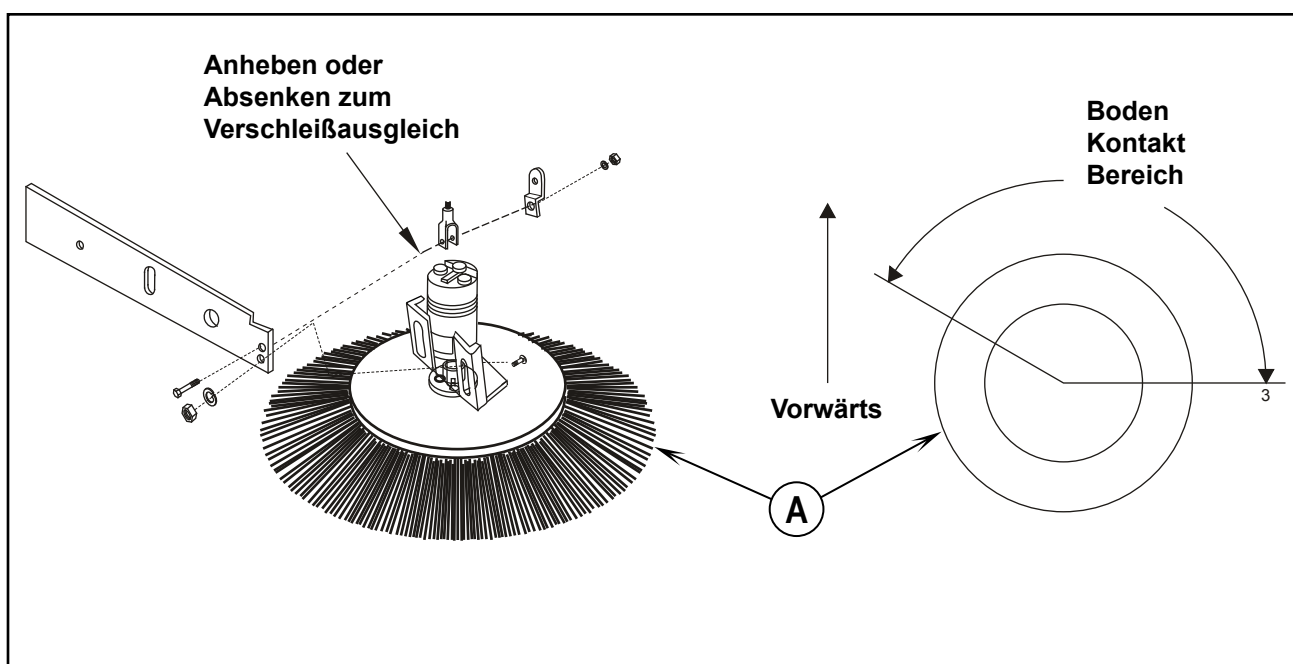

ABBILDUNG 25
Bei fortschreitendem Verschleiß des Seitenbesens (A) lockern Sie die zwei Verschleißausgleichsschrauben und schieben den Besenmotor in eine Position, bei der der Besen beim Absenken – wie in Abbildung 25 gezeigt – in einem Winkel von 3 Grad Bodenkontakt bekommt.